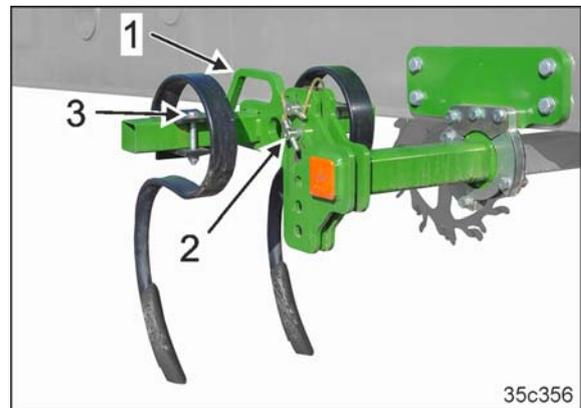

Fig. 187
1. Die Schraube (Fig. 187/1) nach der Einstellung des Spurlockerers anziehen und kontern.
1. Den Spurlockerer am Griff (Fig. 187/1) festhalten.
2. Die Bolzen (Fig. 187/2) entfernen.